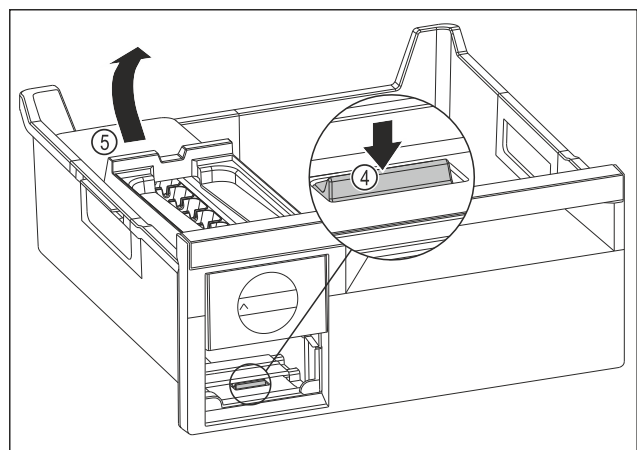

Fig. 163
- ▶ EasyTwist-Ice-Korpus entnehmen: Lasche Fig. 163 (4) mit Finger nach unten drücken und gleichzeitig mit der anderen Hand den EasyTwist-Ice-Korpus Fig. 163 (5) von hinten anheben.